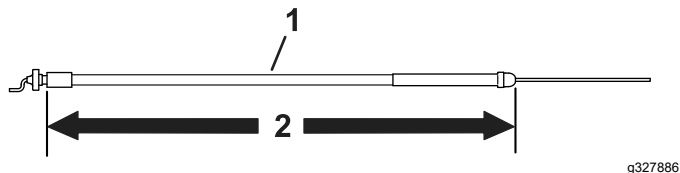

Рисунок 9
- Используйте трос дроссельной заслонки длиной 158,3 см для тяговых блоков всех моделей, кроме моделей 04035, 04037, 04056 или 04060; см. Рисунок 9